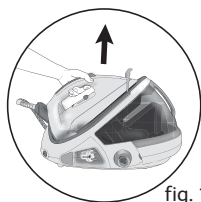

fig. 1
Ваш парогенератор снабжен специальной скобой, удерживающей утюг на корпусе, чтобы упростить его переноску и хранение – **рис. 1**:
- поместите утюг на площадку и поверните запирающую скобу на утюг до упора (вы услышите щелчок) – **рис. 1**.